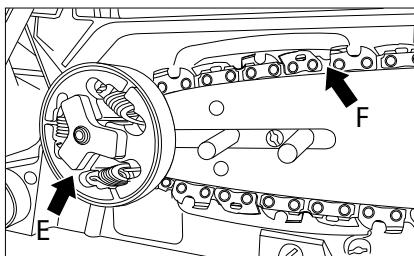

Рис. 8
6. Заведіть ланцюг за провідне ланцюгове колесо (E). Перевірте, чи добре поставлені ланки ланцюга між зубами ланцюгового колеса (рис. 8).
7. Вставте ланки в паз шини (F) по периферії (рис. 8).